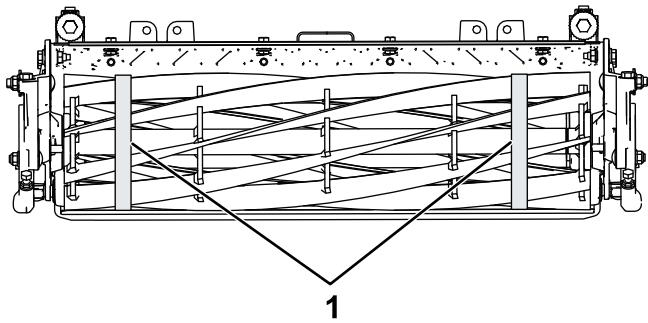

Рисунок 28
- Используя рулетку для измерения диаметров, измерьте наружный диаметр барабана на обоих концах (Рисунок 28); разница наружных диаметров на разных концах должна быть меньше 0,010 дюйма (0,250 мм). Если разница больше, заточите, чтобы устраниТЬ ее.